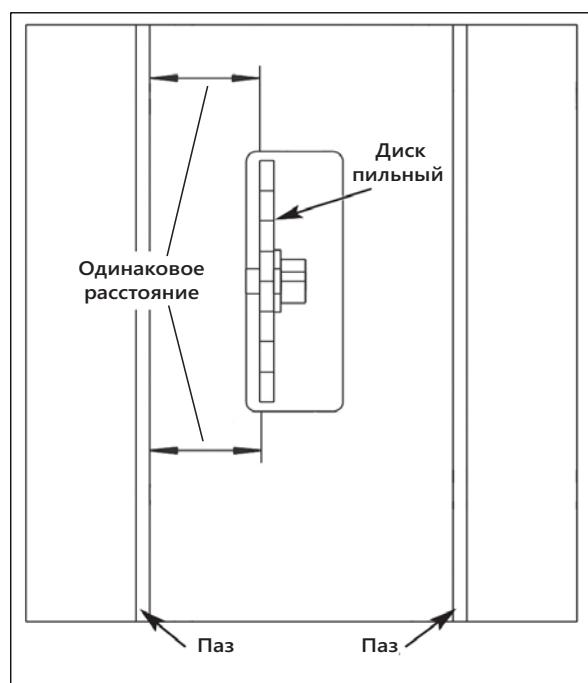
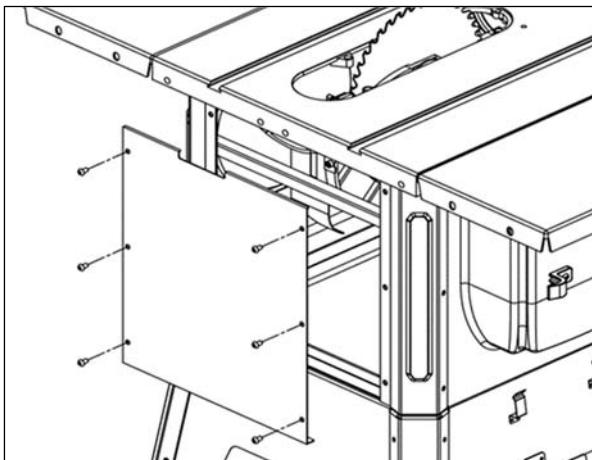
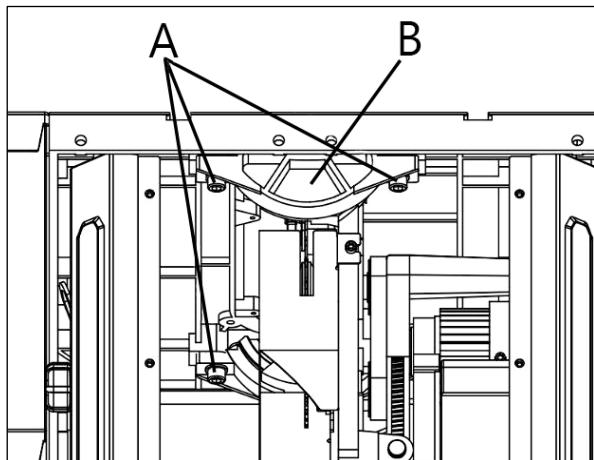

Рисунок 14.
Рисунок 15.
Рисунок 16.
Станок поставляется с заводом со столом, отрегулированным так, что пазы рабочего стола параллельны пильному диску. Чтобы достигнуть наилучшего результата, необходимо проверить параллельность перед началом работы (рис. 14).
Для регулировки, выполните следующие действия. Ослабьте и открутите шесть винтов на задней панели (рис. 15). Ослабьте болты А на механизме В регулировки наклона пильного диска (рис. 16) и перемещайте ее до тех пор, пока пильный диск не будет параллелен пазам рабочего стола (рис. 14).
- Открутите шесть винтов на задней панели и снимите ее (рис. 15). Это поможет легче установить задние направляющие.